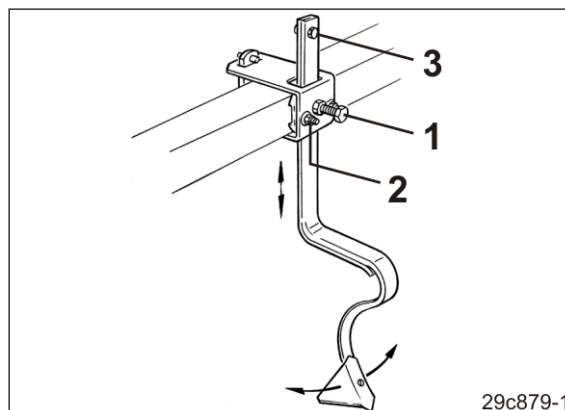

Fig. 185
- 1.1 Desfaceți contrapiulița și șurubul cu cap hexagonal (Fig. 185/1).
- 1.3 Desfaceți două piulițe (Fig. 185/2) și deviați afănătorul de urmă a roții tractorului.
Șurubul de siguranță (Fig. 185/3) previne pierderea afănătorului în cazul în care se desface șurubul de fixare.